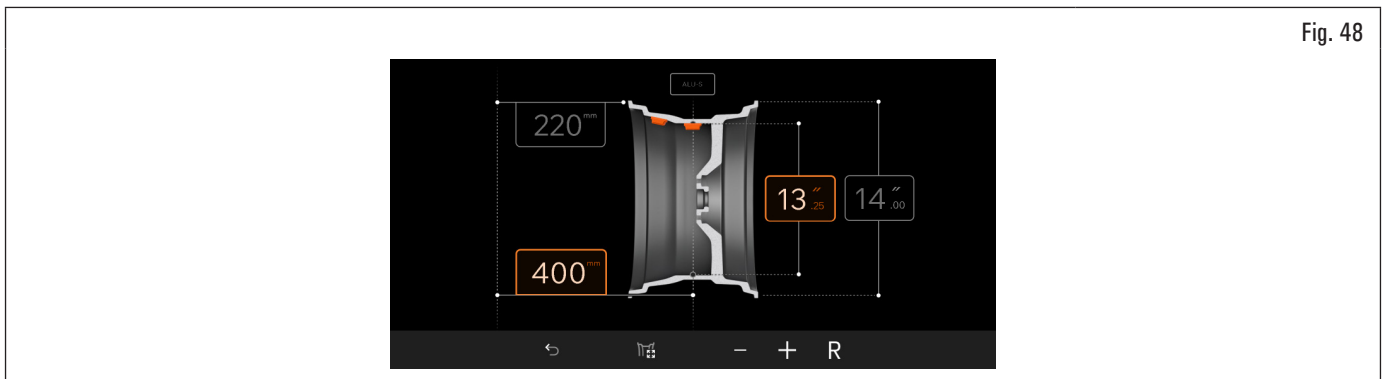

Fig. 48
3. appuyer sur l'icône **R** pour exécuter le recalcul de la valeur du poids à appliquer dans la nouvelle position configurée. L'écran affichera (Fig. 48) avec les valeurs éventuellement mis à jour ;